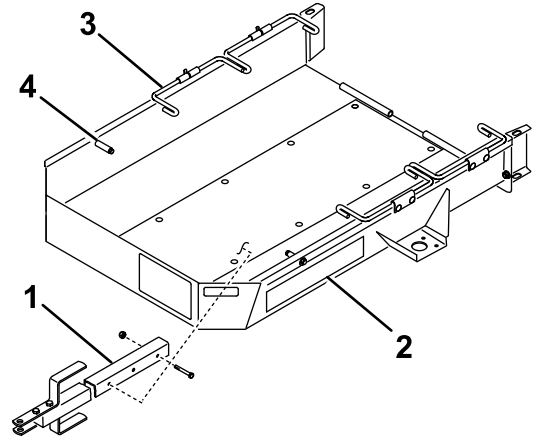

图1
1. 使用 2 个螺栓（3/8 x 2-3/4 英寸）和 2 个锁紧螺母，将牵引杆总成安装到拖车底板下方的安装支架上（图1）。
4. 将油门移至最低位置，**缓慢地**将机器开到拖车上，直至行走轮接触到拖车止动装置（图1）。
6. 将第一组车轮杆向下旋转到行走轮的后面（图1）。